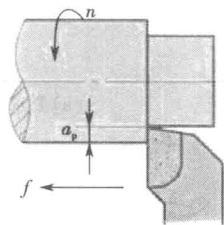

图1-9 纵向移动车削外圆
a. 移动床鞍至工件右端,用中滑板控制切削深度,摇动小滑板丝杠或床鞍作纵向移动车外圆,见图1-9。一次进给车削完毕,横向退出车刀,再纵向移动刀架滑板或床鞍至工件右端进行第二次、第三次进给车削,直至符合图样要求为止。